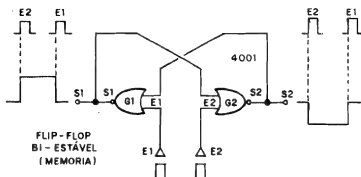

Fig. 8
- **FIG. 8 - CONFIRMANDO A ESTRUTURA SIMÉTRICA DO BI-ESTÁVEL COM GATES C.MOS** - Simplesmente desenhando de outra forma o **mesmo** "esquema" da figura anterior, podemos ver sua real semelhança com a estrutura transistorizada, mostrada na fig. 2... É bom, entretanto, observar as diferenças de **polaridade** ou **estados** digitais, necessários aos comandos e resultantes nas Sáfadas... As linhas verticais tracejadas, nas "formas" de sinal estilizadas para as ditas Entradas e Sáfadas, marcam sempre ocorrências simultâneas (eventos que, tecnicamente, se dão ao mesmo tempo, um em função do outro...). Notem bem todos os fatos, polaridades, estados e "tempos", e raciocinem a respeito...